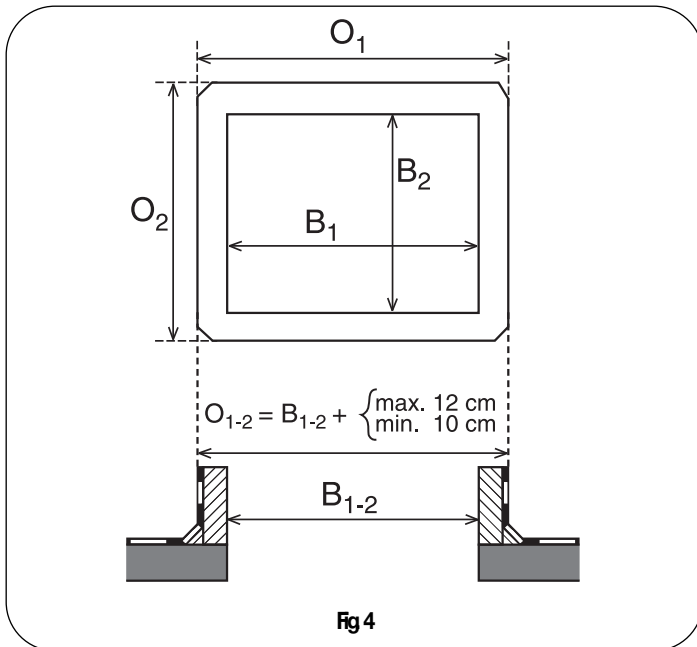

Fig 4
1.4 Other curb (see fig. 4)
1.4 Anderer Aufsatzkranz (siehe Bild 4)